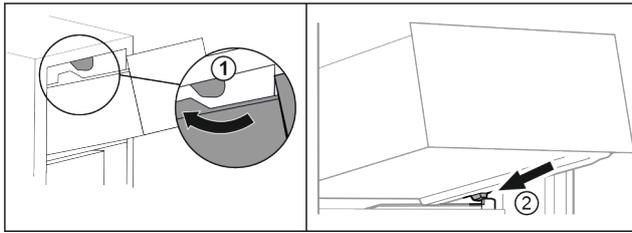

Fig. 102
- ▶ 将抽屉移动到上方止动器附近。 Fig. 102 (1)
- ▶ 将抽屉斜放在容器肋梁上的下方止动器后面。 Fig. 102 (2)